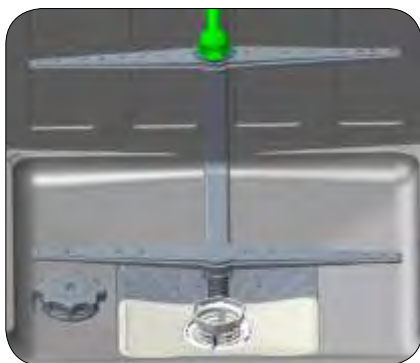

Рис. 15
- Необходимо регулярно проверять и чистить разбрызгиватели, чтобы содержащиеся в жесткой воде вещества не засоряли сопла разбрызгивателей. Для снятия верхнего разбрызгивателя следует, удерживая верхнее разбрызгивающее коромысло, открутить гайку крепления разбрызгивателя против часовой стрелки. Для снятия нижнего разбрызгивателя следует потянуть с усилием нижнее разбрызгивающее коромысло вверх (см. рис. 15).